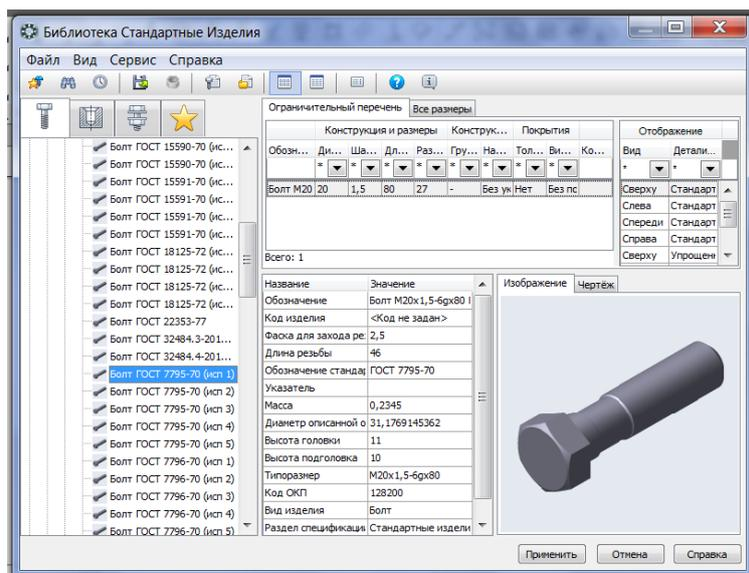

Рисунок 16. – Изображение и параметры болта
7. В открывшемся окне **«Библиотека Стандартные Изделия»** выберите **Крепежные изделия**, **Болты**, **Болты с шестигранной головкой**. Из предложенного списка выберите Болт, выполненный по ГОСТу, указанному в индивидуальном задании (см. таблицу 1). Для выбора необходимо два раза щелкнуть левой кнопкой мышки по надписи Болт ГОСТ В результате выполнения операции в правой части окна **«Библиотека Стандартные Изделия»** появится изображение и параметры выбранного болта (рисунок 16).